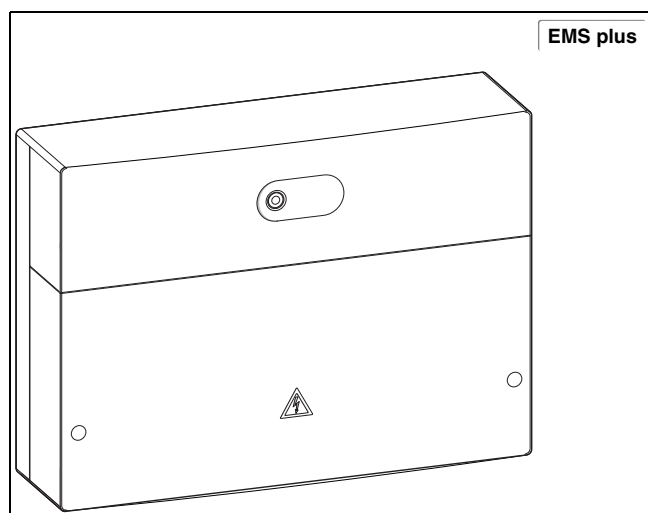

Bild 2 HM200/MH200
- Elektronik-Modul für Hybridsysteme (→Bild 2).